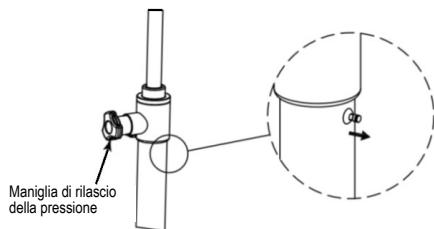

Fig. 5
- Gru in discesa: ruotare la maniglia di rilascio della pressione in senso antiorario (Fig. 5), rilasciare la maniglia e lo scarico si chiuderà automaticamente.